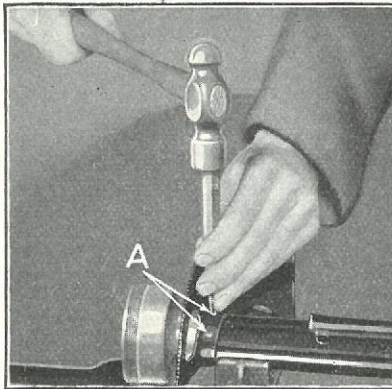

Fig. 390
- 754 Driv de to Stifter »A« (Fig. 390) ud af Transmissionshuset.